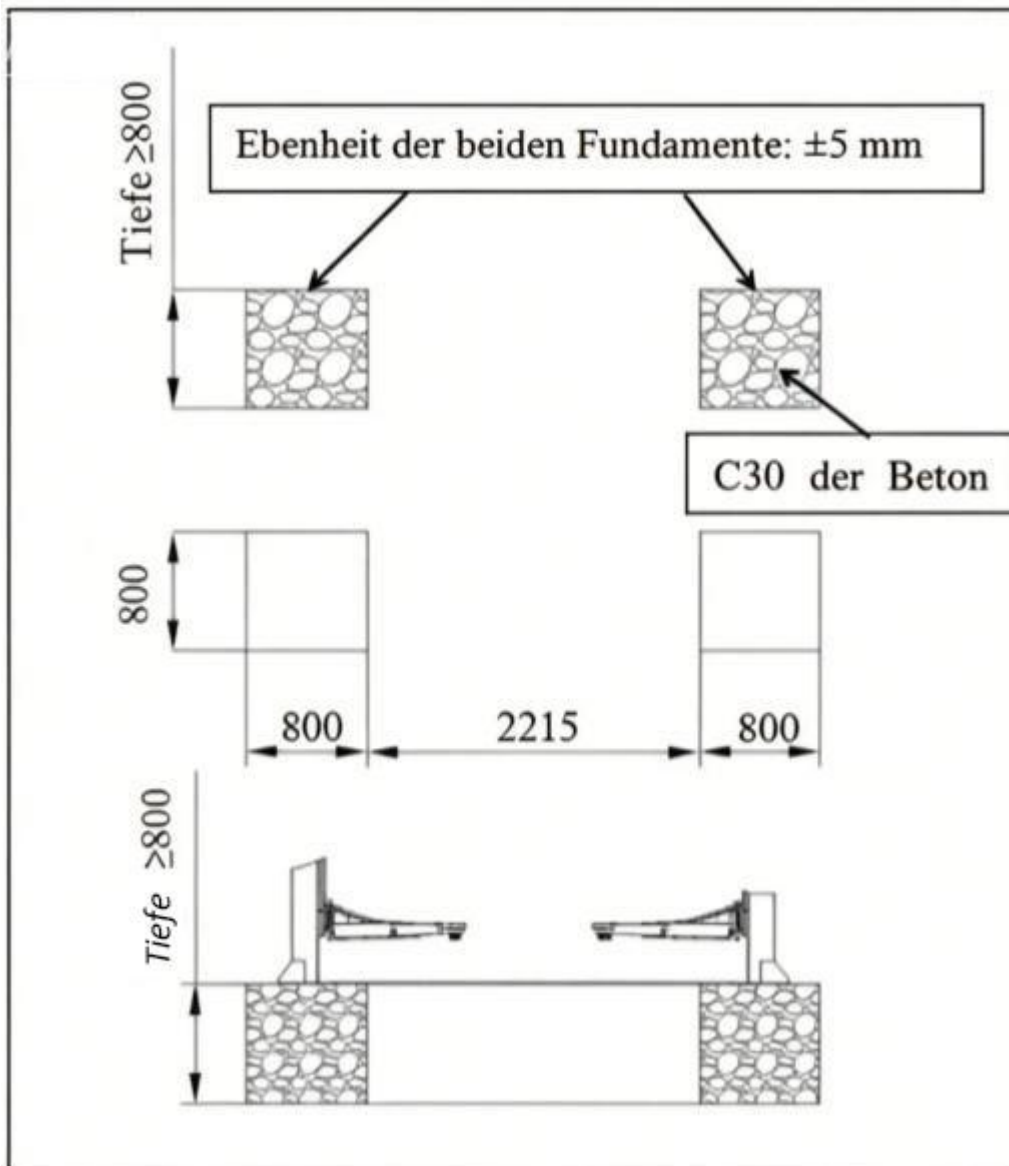

Bild 2: Fundamentzeichnung (Einheit: mm)
7.2 Nur auf C30-Beton mit Mindeststärke 800 mm, Ebenheitstoleranz < 5 mm installieren; frischer Beton benötigt mindestens 20 Tage Aushärtezeit (Bild 2).